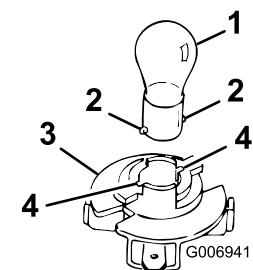

Bild 42
3. Drehen Sie die Birnenfassung um eine Viertelumdrehung nach rechts und nehmen die Birne aus dem Reflektor heraus (Bild 42).
4. Setzen Sie die Birne ein und drehen Sie diese nach links bis zum Anschlag (ungefähr 1/4 Umdrehung), und nehmen sie die Birne aus der Birnenfassung heraus (Bild 42).
2. Stecken Sie den Sockel in die Fassung (Bild 42).